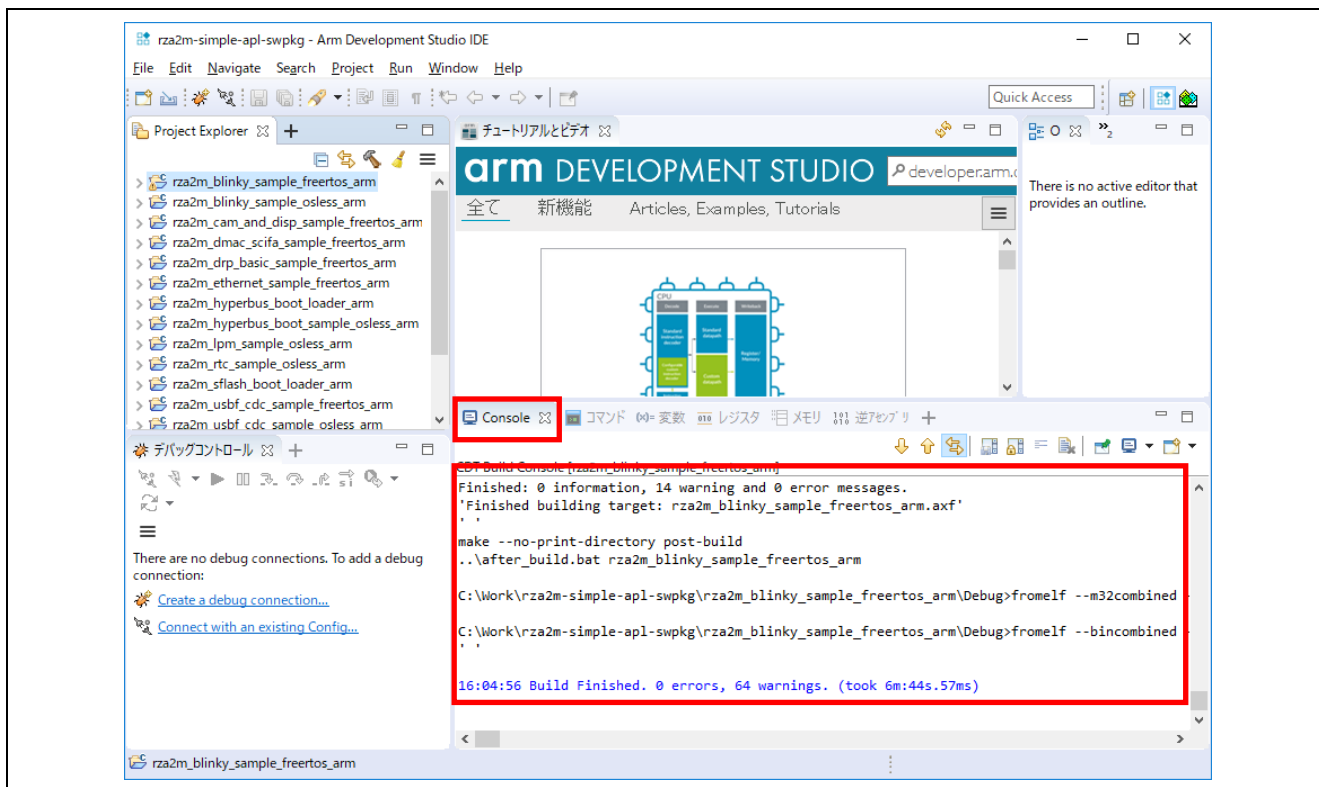

図 3-8 ビルドステータスの確認
- ビルドが開始され Console ウィンドウでそのステータスを確認することができます(図 3-8)。(注:ワークスペースフォルダまでのパスの長さに注意してください。パスが長すぎるとビルドエラーになる場合があります。)